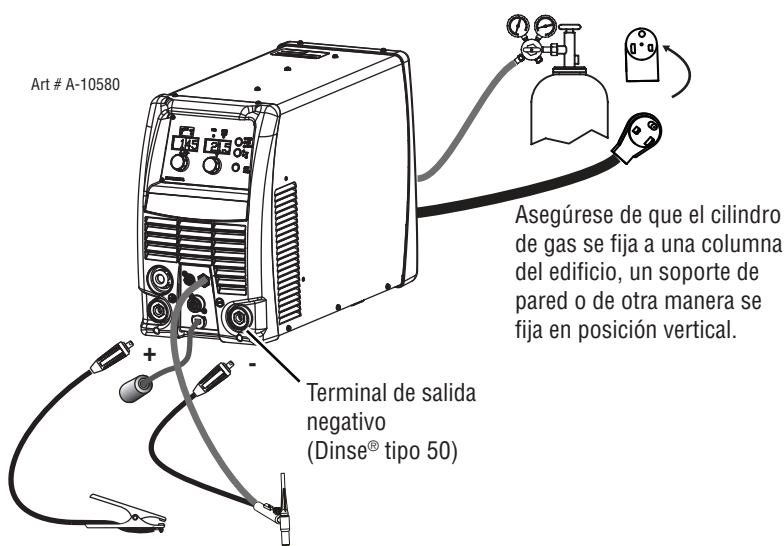

Figura 3-23: Configuración de la soldadura LIFT TIG (GTAW)
2. Conecte el cable de trabajo al terminal de salida positivo, y el cable del soplete LIFT TIG al terminal de salida negativo. Consulte la figura 3-23.
3. Conecte la línea de gas/manguera a la fuente de gas de protección correcta. Consulte la figura 3-23.